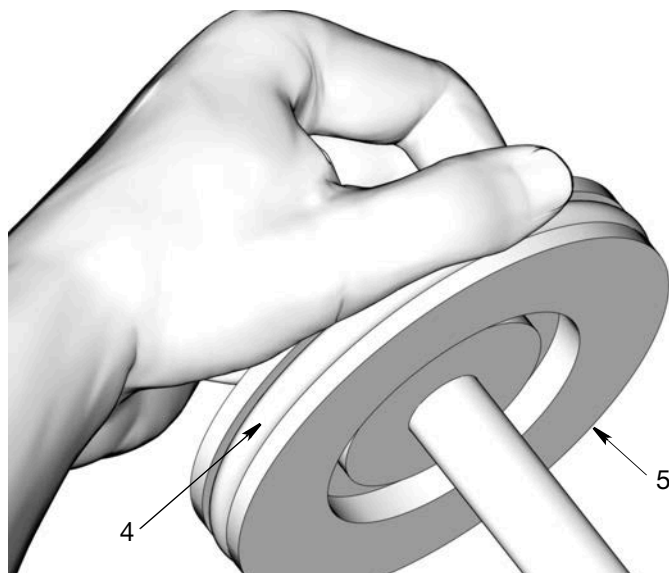

ABB. 33
8. Eine dünne Fettschicht auf die Kolbendichtung (4) auftragen. Die Dichtung am Kolben (5) anbringen, wie gezeigt in ABB. 33.